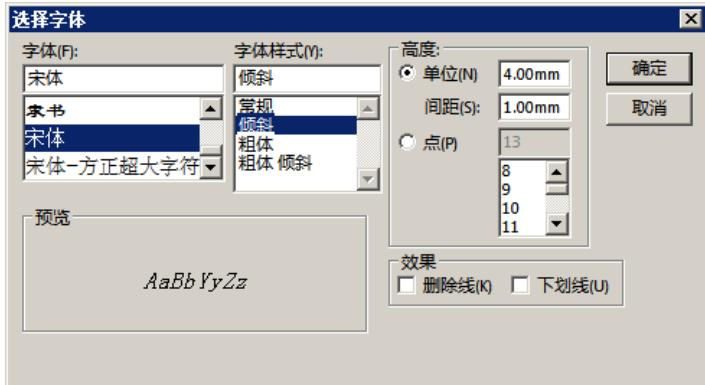

图4.6.8 “选择字体”对话框
(1) 设置文本方向。在 **文字(I)** 区域单击 按钮。
(2) 设置文本字体属性。
① 在 **文字(I)** 区域取消选中 使用文档字体(U) 复选框，单击 **字体(E)...** 按钮，系统弹出如图 4.6.8 所示的“选择字体”对话框。
- ② 在“选择字体”对话框的**字体(E):**列表中选择**宋体**选项，在**字体样式(Y):**列表中选择**倾斜**选项，在**高度:**区域的**单位(U):**文本框中输入数值4.00，如图4.6.8所示。
- ③ 单击**确定**按钮，完成文本字体属性的设置。